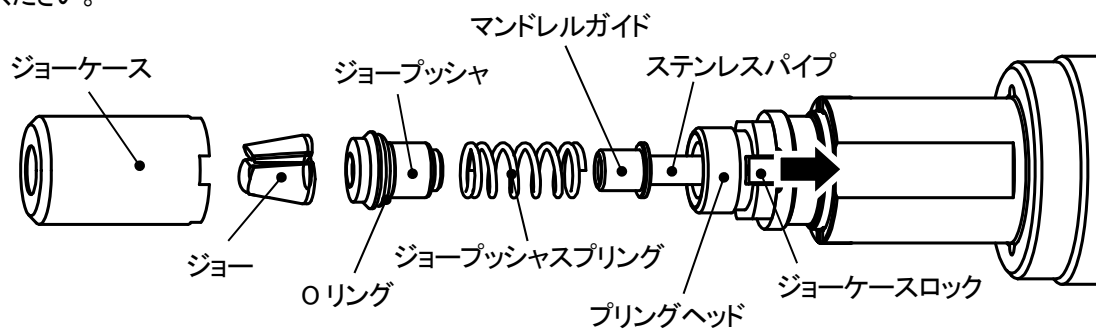

図 7-2
- ③ジョーケースロックを指で押し込み、凹凸を外し、ジョーケースを左に回してプリングヘッドから取り外します。この時、外れてくる部品を(図 7-2)に示します。